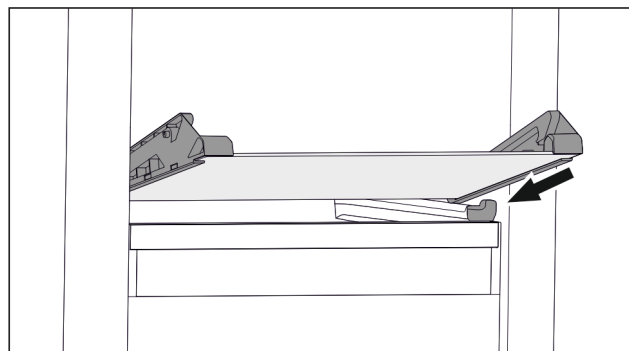

Fig. 73 Glasplatte des abklippbaren Schubfachs
- Glasplatte schräg hinter den Stopper aufsetzen. (siehe Fig. 73)